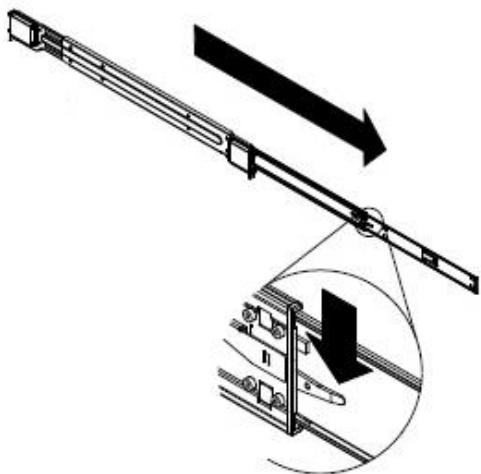

Рисунок 29 – Разделение направляющих на секции
- разделение направляющих на секции (см. Рисунок 29):